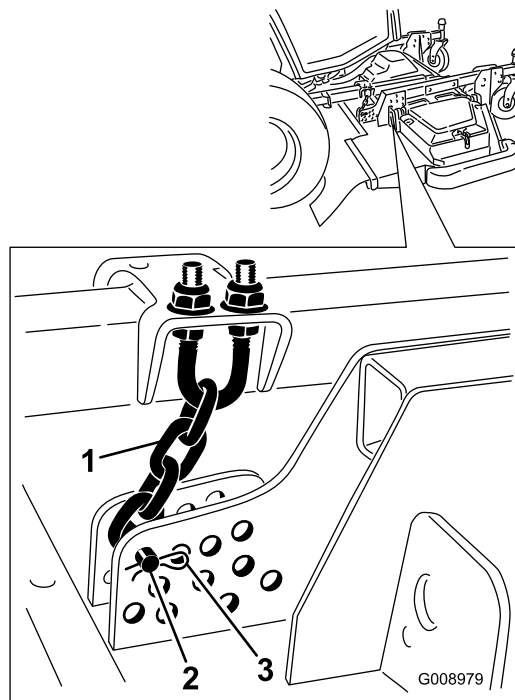

Figure 103
4. Enlevez la goupille fendue et l'axe de chape qui fixent les chaînes de hauteur de coupe à l'arrière de l'unité de coupe (Figure 103).